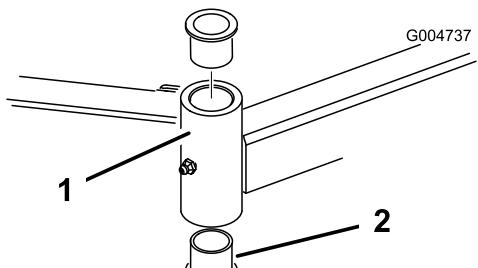

Figura 24
4. Introduza um punção para cavilhas na zona superior ou inferior do tubo de montagem e retire o casquillo para fora do tubo (Figura 24). Retire igualmente o outro casquillo do tubo. Limpe o interior dos tubos para remover a sujidade.